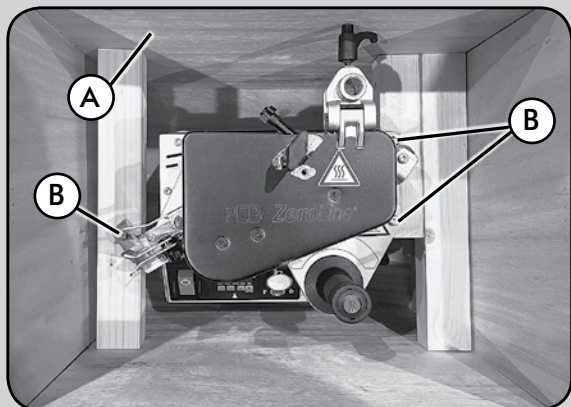

Fig. 1
- Desenrosque y extraiga los 3 tornillos B (Fig. 1) con un destornillador estrella, del interior de la caja A (Fig. 1)(resérvelos para su uso posterior)